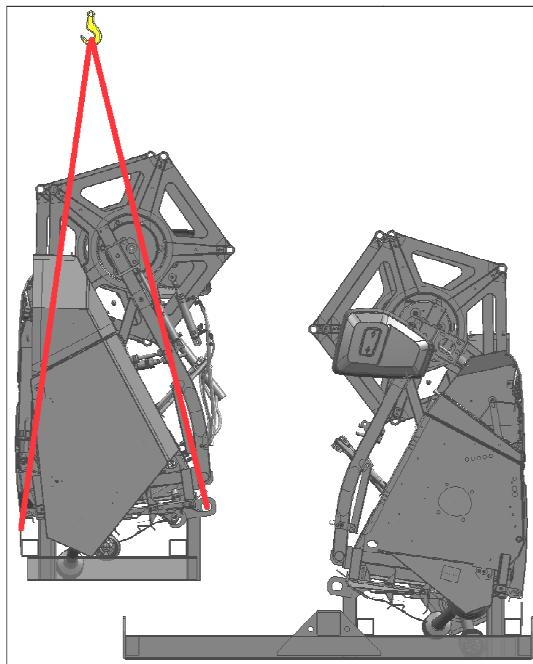

Рисунок 8.18
- 2) установить жатку в общую подставку (рисунок 8.18);